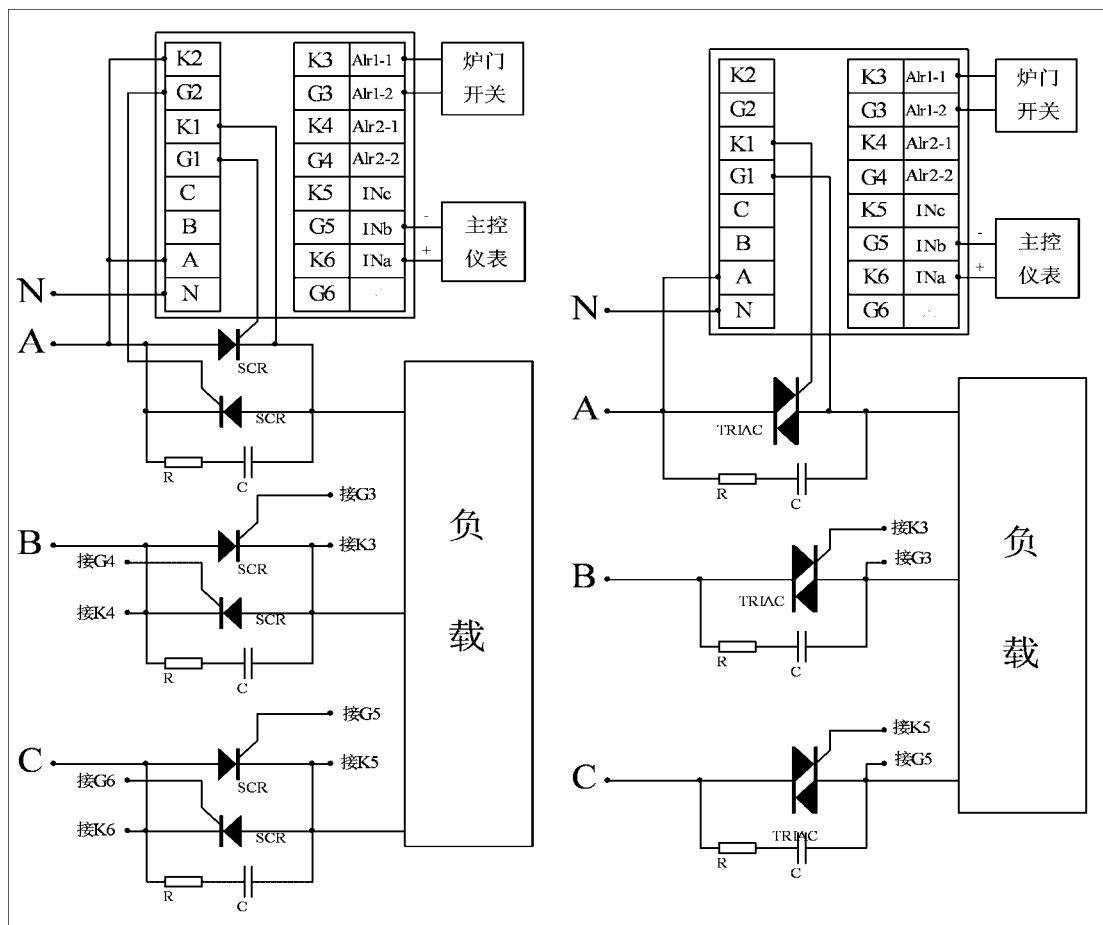

图5. 三相移相或过零触发电路
电路如图 5 所示，负载可以接成星形 (Y)，也可以接成三角形 (Δ)。CP 均为“3P-3”，推荐使用 Y 调压电路。